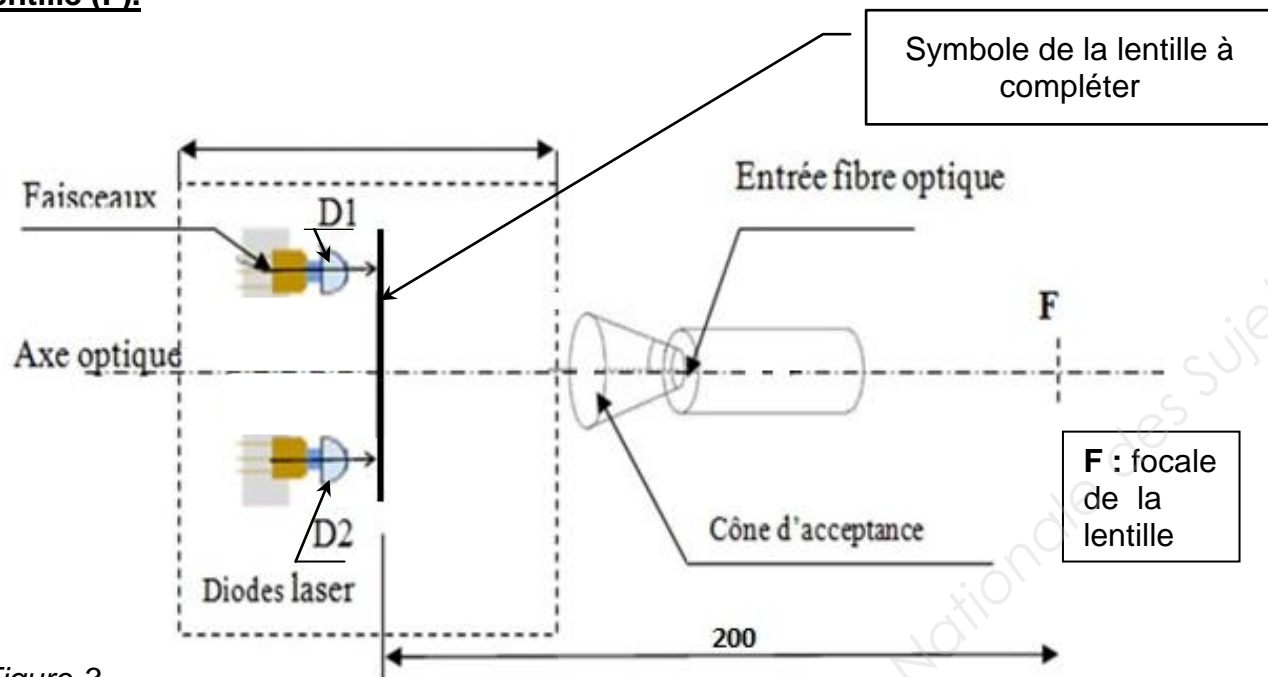

Figure 3
Question 2 : Sur la Figure 3, compléter le symbole de la lentille et dessiner le tracé optique en prolongeant les faisceaux des rayons lumineux pour les Diodes D1 et D2 à partir de la focale de la lentille (F).